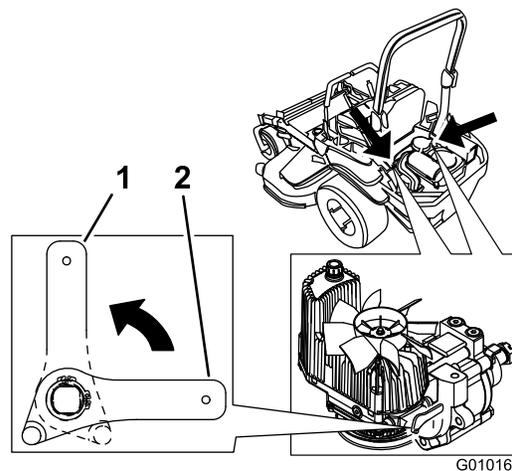

Figura 36
4. Ruotate orizzontalmente le leve delle valvole di rilascio per guidare la macchina (Figura 36).
2. Ruotate verticalmente le leve delle valvole di rilascio per spingere le macchine. L'olio idraulico bypassa quindi la pompa, consentendo alle ruote di girare (Figura 36).